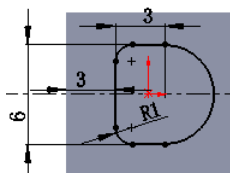

图 14.2.5 横断面草图
② 定义横断面草图。在草图环境中绘制图 14.2.5 所示的横断面草图。
③ 选择下拉菜单  \rightarrow  退出草图 命令，退出草图环境，此时系统弹出“凸台—拉伸”对话框。
(3) 定义拉伸深度属性。
① 定义深度方向。采用系统默认的深度方向。
② 定义深度类型和深度值。在“凸台—拉伸”对话框  区域的下拉列表中选择  选项，在  中输入深度值 1.0，选中  复选框。
(4) 单击  按钮, 完成凸台—拉伸 2 的创建。